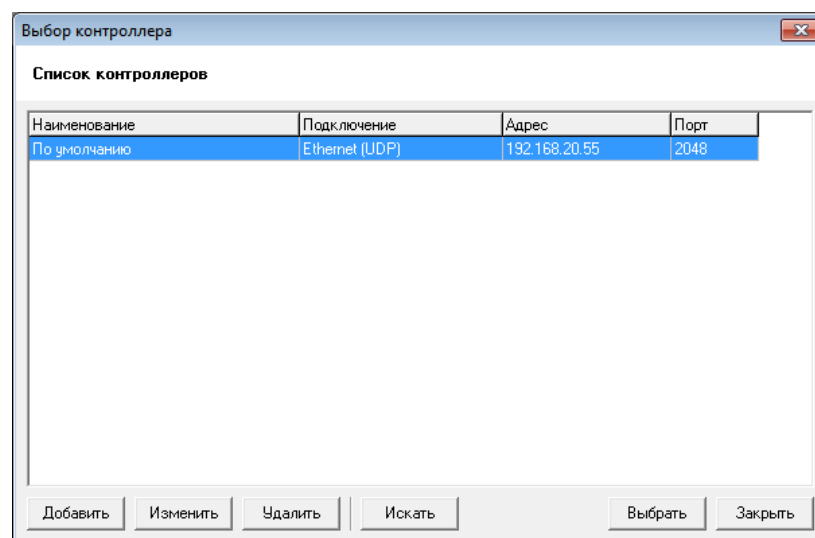

Рисунок 30 – Диалог "Выбор контроллера"
- 7) Выберите пункт меню "Контроллер/Получить конфигурацию из контроллера". Откроется диалог "Выбор контроллера" (см. Рисунок 30) с параметрами контроллера по умолчанию.